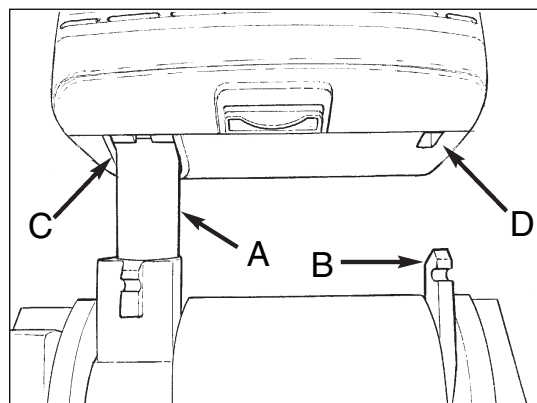

Figure 2
- a. Placez le boîtier de collecteur de poussière au-dessus du boîtier de brosse (voir figure 2).
- b. Alignez l'aération rotative (A) et le pivot de support de collecteur de poussière (B) avec les ouvertures (C et D) à la base du boîtier de collecteur de poussière (voir figure 2).